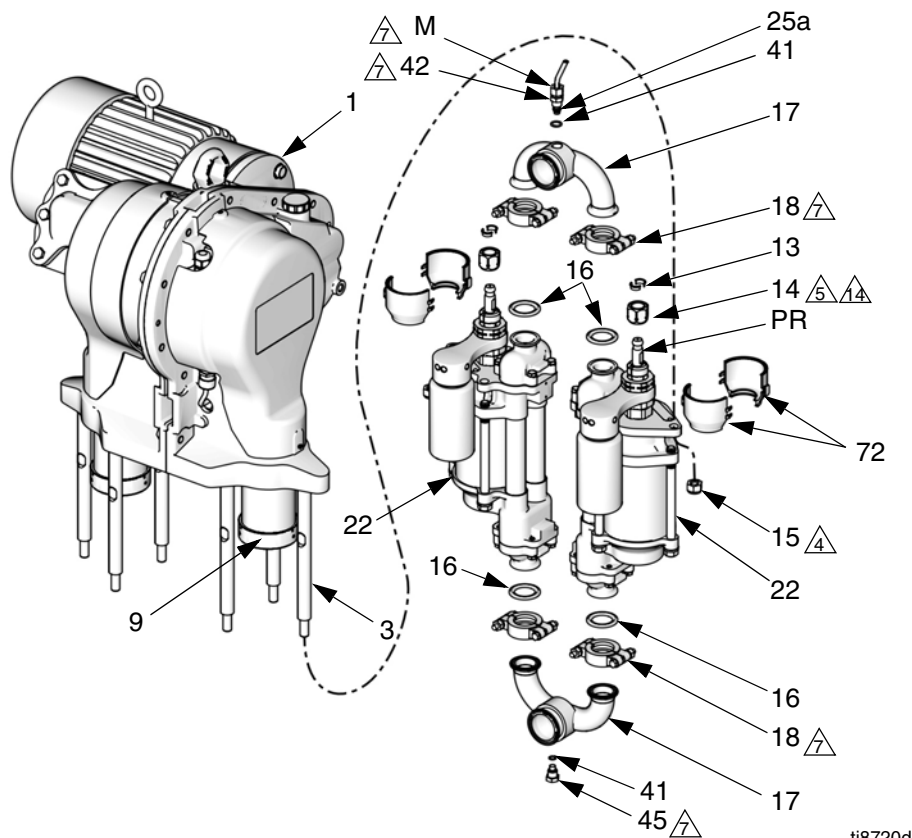

FIG. 5 : Section fluide
2. Faites tourner le moteur par à-coups pour amener le bas de pompe situé du côté en réparation vers le bas de sa course. Ceci permet l'accès à l'écrou d'accouplement (14).
4. Retirez la protection en 2 parties (72, voir la FIG. 5) en insérant un tournevis droit dans la fente et en faisant levier afin de relâcher la languette. Répétez l'opération pour chaque languette. **N'utilisez pas** le tournevis pour écarter les protections.
10. Consultez la FIG. 5. *Pour les pompes avec circuit de capteur* : sur le collecteur de sortie de la pompe (17), desserrez l'écrou (M) de la conduite du capteur (44) et dévissez l'adaptateur (42) du collecteur. Retirez le capteur (25a) de l'orifice du collecteur. Retirez le joint torique existant (41) et jetez-le.
11. Desserrez les colliers (18) des collecteurs d'entrée et de sortie (17). Retirez les collecteurs et les joints (16).
12. Retirez l'écrou d'accouplement (14) et les bagues (13) des tiges de piston (PR).
13. Dévissez les écrous (15). Retirez le bas de pompe (22). Consultez le manuel de votre bas de pompe pour connaître les instructions de réparation.
1. Consultez la FIG. 5. Installez l'écrou d'accouplement (14) sur la tige de piston (PR) du bas de pompe.
2. Orientez le bas de pompe (22) vers le démultiplicateur (GR) comme indiqué. Positionnez le bas de pompe sur les barres d'accouplement (3). Vissez les écrous (15) sur les barres d'accouplement à la main.
3. Remontez les collecteurs d'entrée et de sortie (17) sur le bas de pompe en utilisant les joints (16) neufs. Serrez les colliers (18) à un couple de 21-27 N•m (15-20 pi-lb).
4. Serrez les écrous (15) à un couple de 68-80 N•m (50-60 pi-lb).
5. Au niveau du collecteur de sortie (17) :
- a. *Pour les pompes avec circuit de capteur* : installez un nouveau joint torique noir (41) sur le capteur (25a). Insérez le capteur dans le collecteur de sortie (17). Serrez l'adaptateur (42) en premier puis l'écrou (M) à un couple de 21-27 N•m (15-20 pi-lb).
- b. *Pour les pompes sans circuit de capteur* : installez un nouveau joint torique noir (41) sur le bouchon (45). Vissez le bouchon dans le collecteur de sortie (17) et serrez à un couple de 21-27 N•m (15-20 pi-lb).
6. Installez un nouveau joint torique noir (41) sur le bouchon (45). Vissez le bouchon dans le collecteur d'entrée (17) et serrez à un couple de 21-27 N•m (15-20 pi-lb).
7. Assurez-vous que les bagues (13) sont bien en place dans l'écrou d'accouplement (14).
8. Mettez une clé de 19 mm (3/4 po.) sur les méplats du piston de coulisseau (9) pour l'empêcher de tourner lorsque vous allez serrer l'écrou d'accouplement (14). Placez la clé de sorte qu'elle s'appuie sur l'une des barres d'accouplement (3) ou sur le pied de la pompe. Serrez l'écrou d'accouplement (14) sur le piston de coulisseau (9) et serrez à un couple de 102-108 N•m (75-80 pi-lb).
9. Installez les protections (72) en engageant les lèvres inférieures dans la rainure du chapeau de coupelle. Accrochez ensemble les deux protections.